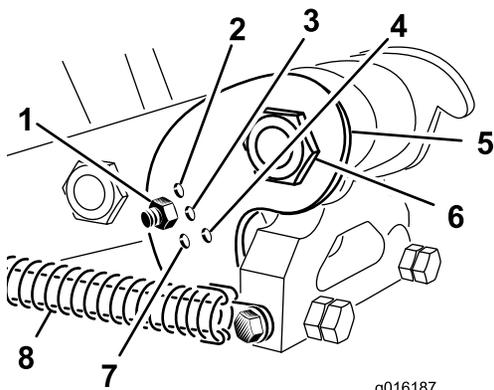

图37
根据所用打孔针的长度，将曲面支架（图37）设定到正确的位置。通过选择用螺栓固定调节杆的孔，将打孔头限位器设定到五个预先确定的位置之一。这些孔仅仅是一些预先设定；例如，在 30.5cm 的位置使用 25.4cm 打孔针，您可以达到更平滑的最终效果；取决于具体应用的需求。
- 松开到打孔针夹头的拉簧（图37）。
- 卸下曲面支架调节孔中的螺母和螺栓（图37）。
- 旋转曲面支架，直至它与连杆臂中所需的孔对准，然后安装螺栓和螺母（图37）。